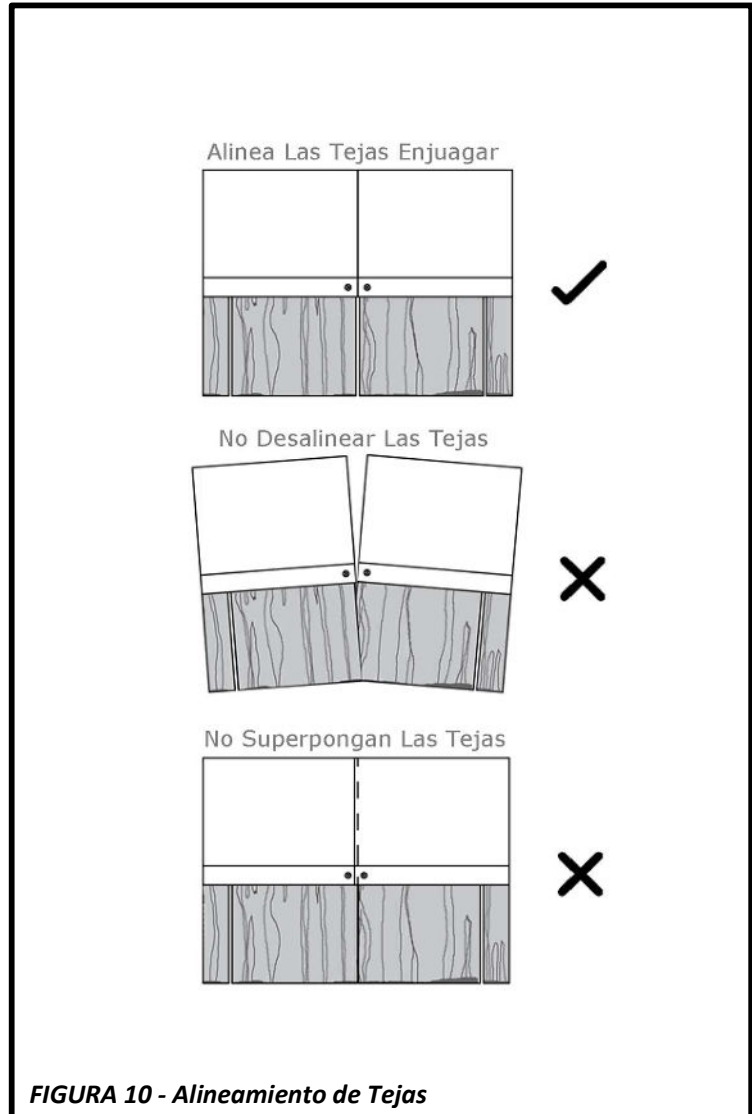

FIGURA 10 - Alineamiento de Tejas
- Cuando instalando las tejas de lado a lado asegúrese que las orillas estén al ras el uno con el otro, para que las hileras estén derechas. Es incorrecto que estén instalados desalineado o superpuesto. Vea la **Figura 10**.